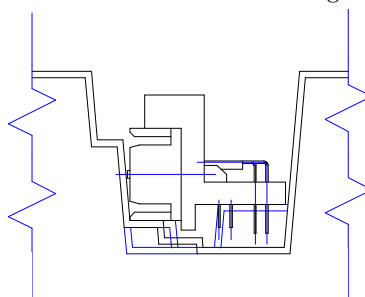

図.1 (Fig. 1)
- (1) 2で指定されたトレイを用意する。
- (2) 図1に示す様に、「トレイに入れる製品の向き」でトレイに製品を入れる。
- (3) 各1溝に1ヶずつ梱包する。
- (1) Preparing the TRAY designed in 2.
- (2) Pitting Products in TRAY." Direction of Products Putting in TRAY".As shown Fig.1
- (3) Packing Products one by one in each ditch.